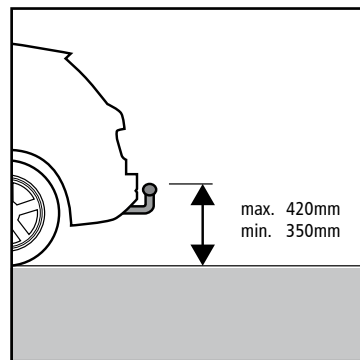

Figura 1a: Dimensioni per il bordo superiore del gancio del rimorchio dopo il rialzo dell'assetto
- Se il veicolo è dotato di un dispositivo di traino per rimorchi, prima dell'installazione è necessario accertarsi che il bordo superiore del gancio di traino non superi l'altezza prescritta ai sensi di legge di 420 mm dopo il rialzo dell'assetto (figura 1a)